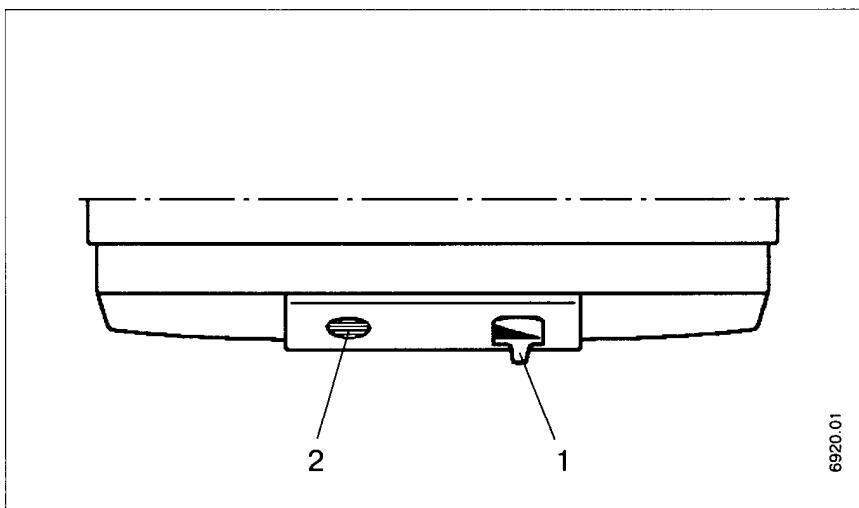

Fig. 2 / Rys. 2 /2. ábra / Рис. 2
Stepless temperature adjustment from approx. 35 °C to approx. 65 °C. The water content is automatically heated to the temperature which has been set (Fig. 2, Item 1). The signal lamp (Fig. 2, Item 2) lights up during the heating process.
**Operation****Thermostat button (Fig. 2, Item 1)**
Nastawianie temperatury wody odbywa się bezstopniowo w zakresie od 35 °C do 65 °C. Woda nagrzewana jest automatycznie zgodnie z nastawioną temperaturą (rys. 2, poz. 1). W trakcie podgrzewania świeci się lampka kontrolna (rys. 2, poz. 2).
#### Regulator temperatury (rys. 2, poz. 1)
Ступенчатая установка температуры от 35 °C до 65 °C. Вода автоматически по мере расходования поступает в прибор и нагревается до установленной температуры (рис.2, poz.1). Сигнальная лампочка (рис.2, poz.2) зажигается во время нагрева. Температура воды в приборе постоянно поддерживается с помощью термостата.
#### Ручка установки температуры (рис.2, poz.1)